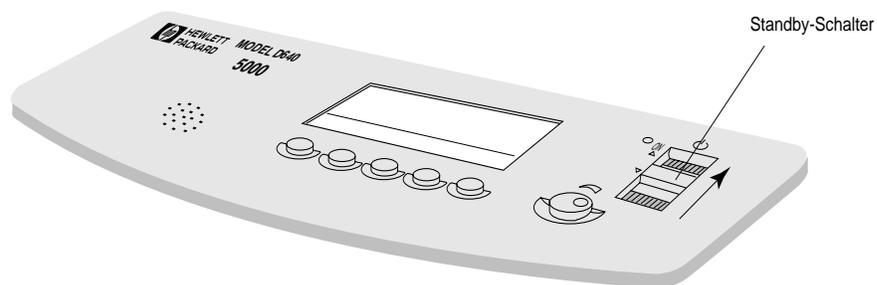

Abbildung 2-42 Standby-Schalter einschalten
5. Schalten Sie den Standby-Schalter ein (siehe Abbildung 2-42), indem Sie den Schalter für einen kurzen Moment in der oberen Position halten.